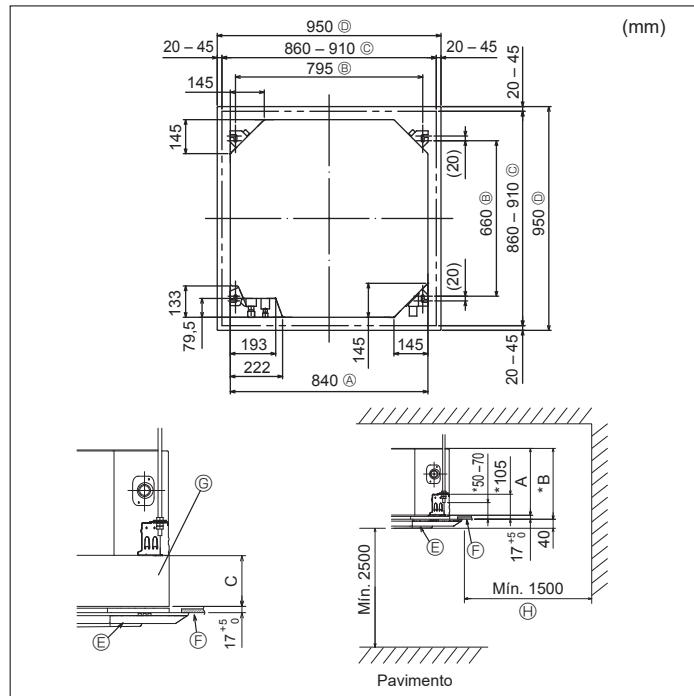

Fig. 3-2
①	Exemplo de instalação (topo da embalagem)	1
②	Arruelas (com isolamento) Arruelas (sem isolamento)	4 4
③	Tampa do tubo (para junta da tubagem de refrigerante)
④	Pequeno diâmetro	1
⑤	Grande diâmetro	1
⑥	Banda (grande)	8
⑦	Banda (pequena)	1
⑧	Bocal de drenagem	1
⑨	Isolação	1
⑩	Porca afunilada 1/4F (M60)	1
3.2. Localizações das aberturas no tecto e da instalação dos parafusos de suspensão (Fig. 3-2)
- * As dimensões da abertura do tecto podem ser reguladas dentro dos limites indicados na Fig. 3-2. Por isso, centre a unidade principal na abertura do tecto, de maneira a que os lados opostos correspondentes aos lados da abertura sejam idênticos.